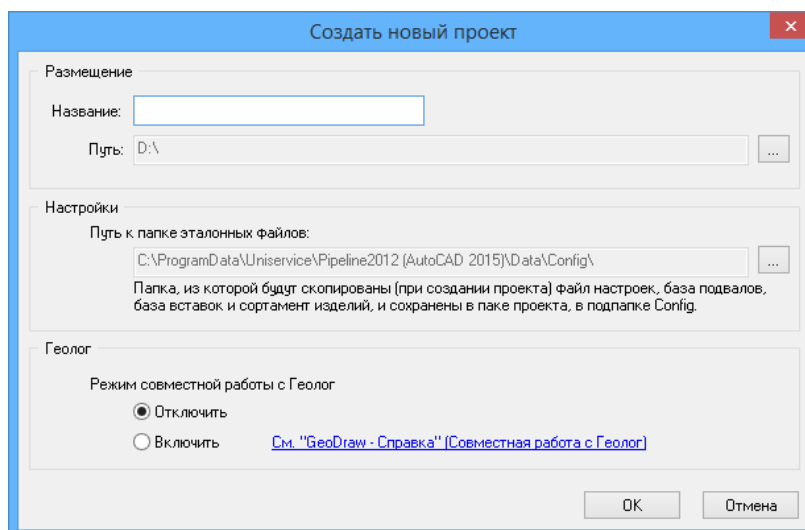

Рис. 2 Создание нового проекта
3. В диалоговом окне *Создать новый проект* нажать ОК см.Рис. 2Рис.